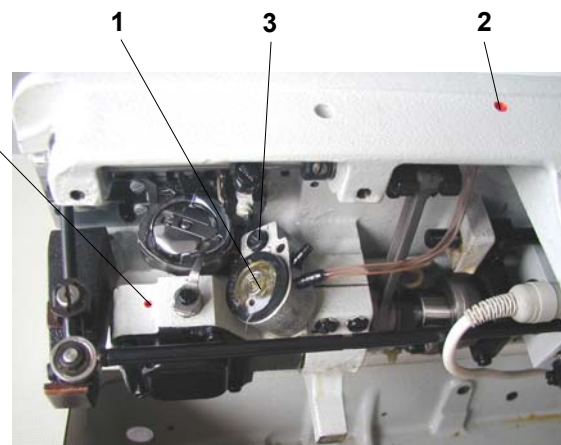

Abb. 13
Von Zeit zu Zeit muß man Öl ins Loch im Getriebekasten des Greifers eintropfen (Abb. 13). Die Regulierung der Menge des zugeführten Öls zum Schmieren des Greifers wird durch das Verdrehen des Regulierzapfens (3) mittels eines Schraubenziehers im Bereich von 0 - MAX, d.h. nach links, gegen den Uhrzeigersinn vorgenommen. Der Zapfen ist an der Stirnseite des Ölbehälters unter der Grundplatte angebracht. Bei der Einstellung des Zeigers auf "0" ist eine minimale Ölzufuhr zum Greifer gewährleistet, so daß das Festfressen des Greifers ausgeschlossen ist. Bei der Inbetriebsetzung der Maschine kontrollieren und füllen Sie regelmäßig den Ölstand im Ölbehälter am Greifer und auch im Ölbehälter am Maschinenarm nach. Man muß ebenso das Fett ESSO BEACON EP2 in die Wellen des Transportmechanismus nachfüllen (4, 5).